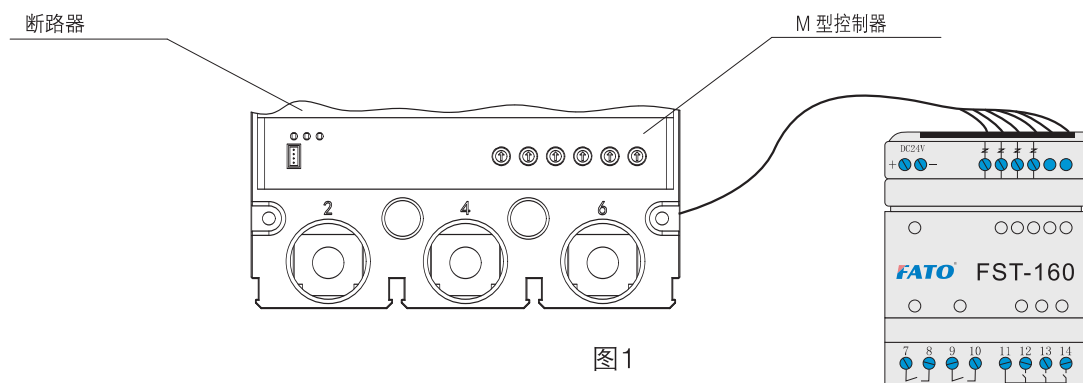

图1
- f. 可选功能：预报警、脱扣报警、接地报警(四极断路器)等光隔离信号输出。这时需采用FST160型控制模块。连接方式见图1。
断路器与FST-160型控制模块连接方式(见图1)
• 脱扣特性曲线见图1